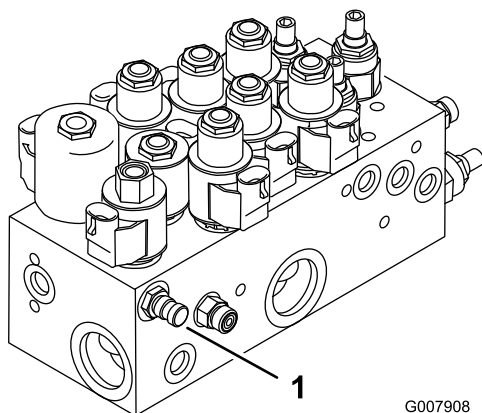
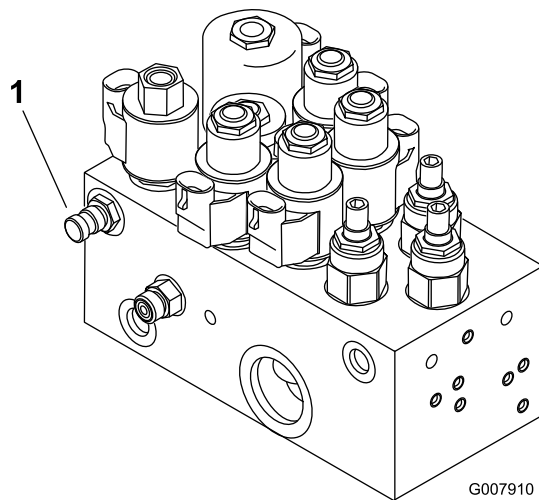

Bild 79
Bild 80
1. Mit dem Testanschluss A (Bild 79 und Bild 80) wird der Hydraulikschaltkreis für die Hubzylinder geprüft.